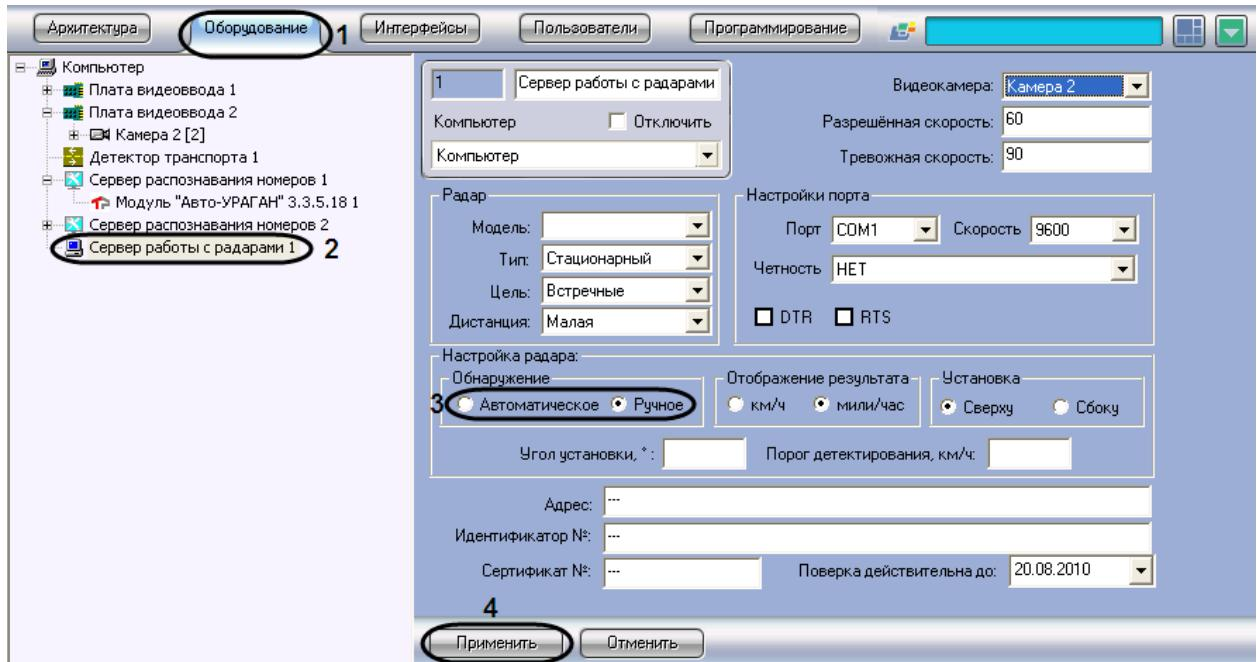

Рис. 7.3—9. Настройка параметров сброса данных на устройстве «Радар»
1. В диалоговом окне «Настройка системы» перейти на вкладку «Оборудование» (см. Рис. 7.3—9, 1).
2. В дереве объектов на вкладке «Оборудование» выбрать объект «Сервер работы с радарами», соответствующий настраиваемому программному модулю «Радар» (см. Рис. 7.3—9, 2). В правой части вкладки «Оборудование» отобразится панель настройки выбранного объекта.
3. В панели «Обнаружение» установить переключатель в положение «Автоматическое» в том случае, если сброс данных после определения скорости движения транспортного средства на устройстве «Радар» происходит автоматически (см. Рис. 7.3—9, 3).